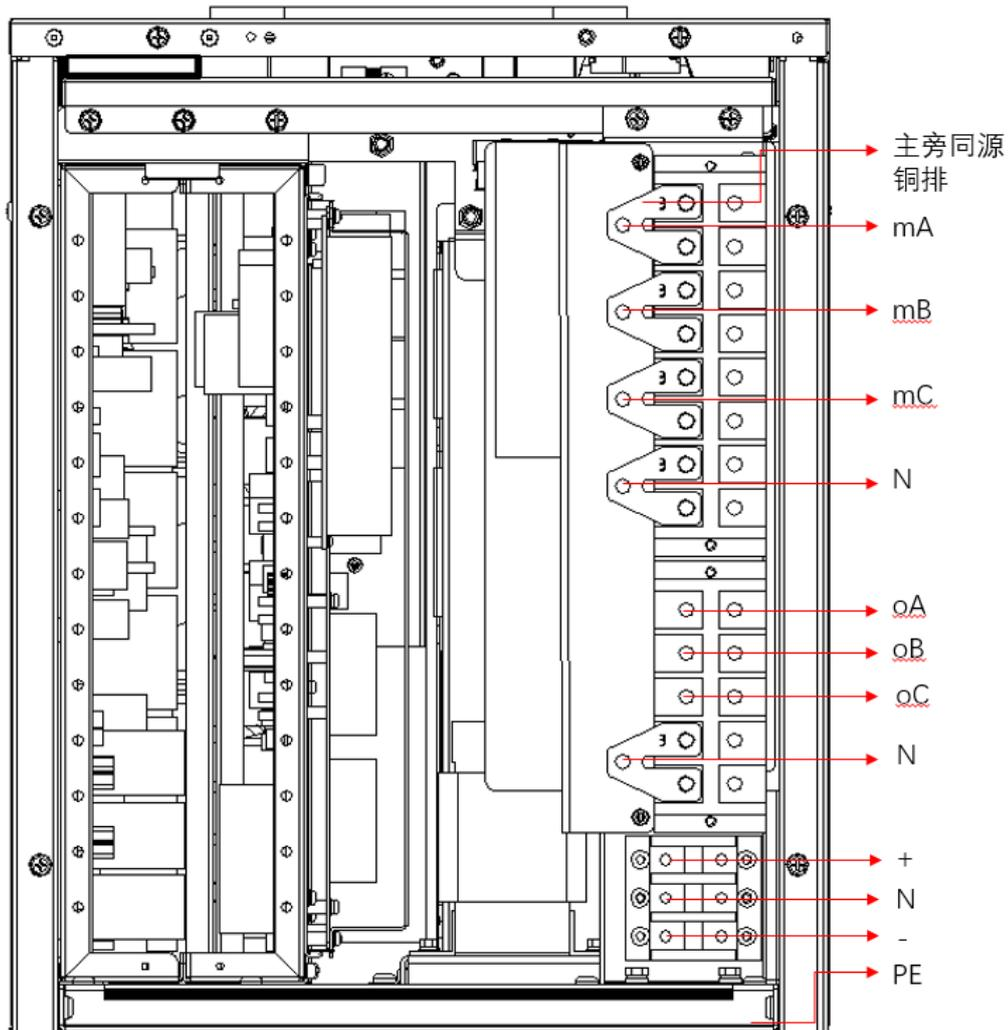
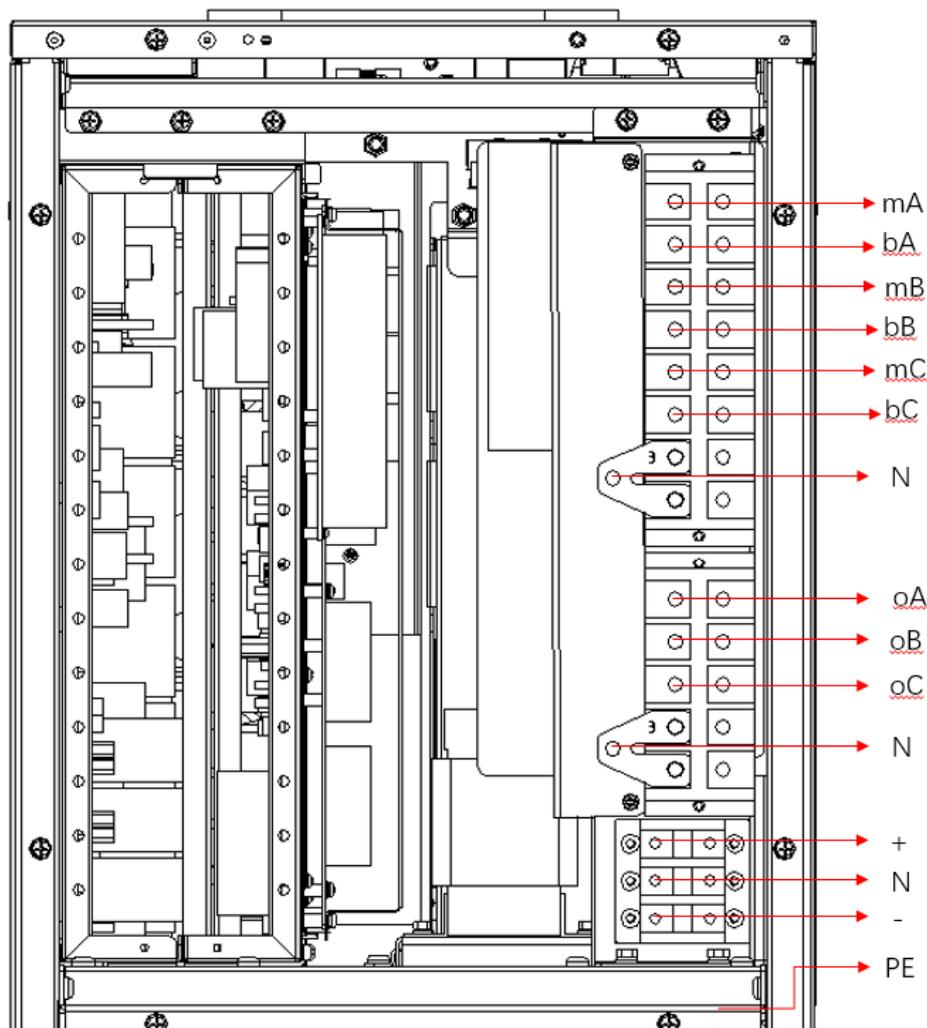

图 3-1 功率电缆接线端子及走线示意图（主旁同源）
图 3-2 功率电缆接线端子及走线示意图（主旁不同源）
主路输入、旁路输入、输出及电池功率电缆与相应的 UPS 端子连接，如图 3-1~图 3-4 所示。
机柜接地铜排位置见图 3-1 和图 3-2 所示。接地铜排提供多个连接孔位，分别用于连接输入地线、输出地线和外置电池地线。所有接地电缆必须通过螺栓可靠连接在 PE 铜排上。
UPS 功率电缆的接线端子位置、进线及走线方法见图 3-1 和图 3-2 所示。
功率电缆接线步骤（如图 3-1 所示）：
2. 如图 3-1 所示，将主路输入电缆（mA、mB、mC、N）及一根 PE 电缆通过上进线/下进线口引入机柜。将输出电缆（oA、oB、oC、N）及一根 PE 电缆通过上进线/下进线口引入机柜。将外置电池电缆（+、N、-）以一根 PE 电缆通过上进线/下进线口引入机柜。按照图 3-1 所示，将功率电缆连接到对应的端子上，PE 线固定到接地铜排上。
功率电缆接线步骤（如图 3-2 所示）：
2. 将图 3-1 所示三根主旁同源短接电缆拆除，拆除后必须注意正确无误复原功率电缆螺栓。紧固力矩见表 3-1。
3. 如图 3-2 所示，将主路输入电缆（mA、mB、mC、N）、旁路输入电缆（bA、bB、bC、iN）及一根 PE 电缆通过上进线/下进线口引入机柜。将输出电缆（oA、oB、oC、N）及一根 PE 电缆通过上进线/下进线口引入机柜。将外置电池电缆（+、N、-）以一根 PE 电缆通过上进线/下进线口引入机柜。按照图 3-2 所示，将功率电缆连接到对应的端子上，PE 电缆固定到接地铜排上。建议用户对电缆线束加装防护套管。紧固力矩见表 3-1。
3. 若用户选配外置电池，则需要由进线区顶部预留的走线孔将电池电缆引入机柜，按照图 3-1 所示，将电缆连接到对应的端子上，PE 线固定到接地铜排上。
3. 若用户选配外置电池，则需要由进线区顶部的走线孔将电池电缆引入机柜，按照图 3-1 所示，将电缆连接到对应的端子上，PE 线固定到接地铜排上。
如需外接电池，请确保电池组端子到电池开关以及电池开关到 UPS 电池输入端子（+、N、-）之间的电缆连接极性正确（如图 3-1 所示）：即电池正极端子接至“+”端子，电池负极端子接至“-”端子，电池 N 线端子接至“N”端子，同时要断开各电池层间的一根或多根连接电缆。除非服务工程师的许可，方可接回该电缆和闭合电池开关。